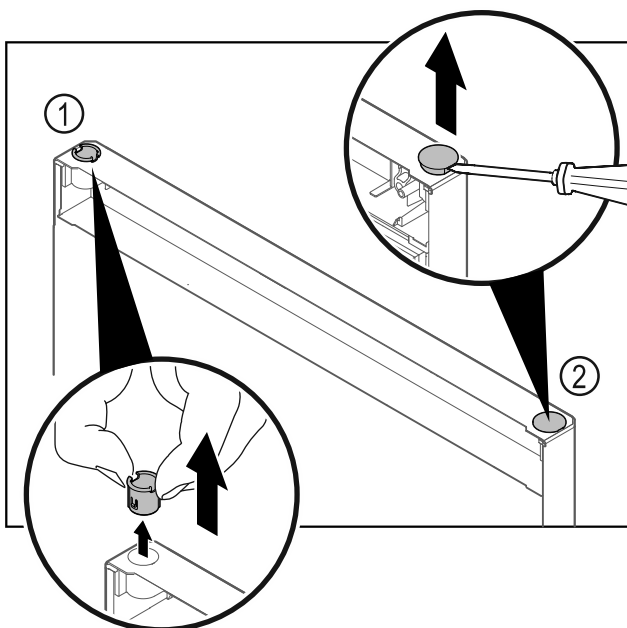

Fig. 19
- Izvucite čahuru šarke Fig. 19 (1) prstima.
- Odvijačem s ravnom glavom oprezno podignite čep Fig. 19 (2) i izvadite ga.